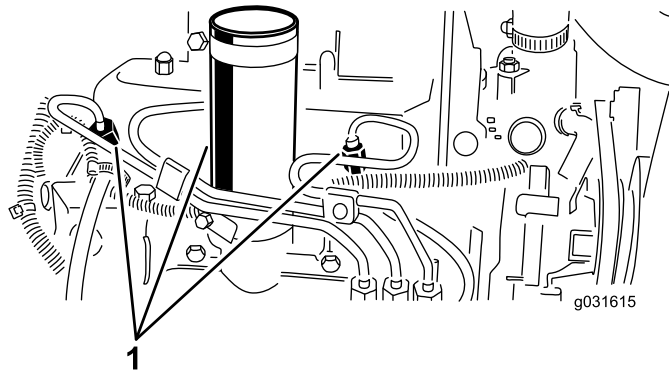

図 54
1. 燃料噴射ポンプの No.1インジェクタノズル 図 54へのパイプ接続部をゆるめる。